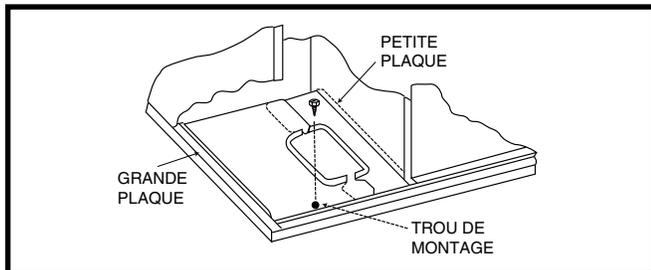

Figure 2. Plaques de fermeture inférieures
- Des plaques de fermeture sont offertes dans certaines trousse de filtration d'air. Consultez la Liste des pièces de rechange pour le numéro des pièces offertes. Installez les plaques de fermeture requises autour des conduites de frigorigène et conduites d'évacuation, au besoin. Consultez les Figures 2 à 5 (page 4). Réinstallez tous les panneaux internes et externes de la fournaise/l'appareil de traitement d'air qui ont été enlevés précédemment pendant l'installation du serpentin intérieur.
- Glissez les plaques de fermeture autour des conduites de frigorigène et installez les agrafes en pointe fournies. Voyez la Figure 2.